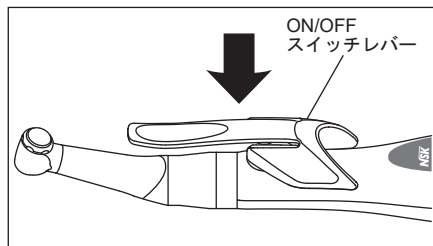

図 6
- 1) モーターハンドピース上面から、図のように ON/OFF スイッチレバーを取り付けます。(図6)